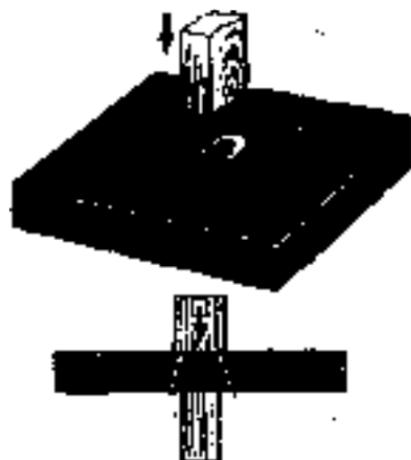

Рис. 28. Просверливание брусочки через калибровочное отверстие.
8. Изготовить брусочки и пробить их через калибровочное отверстие (рис. 28).